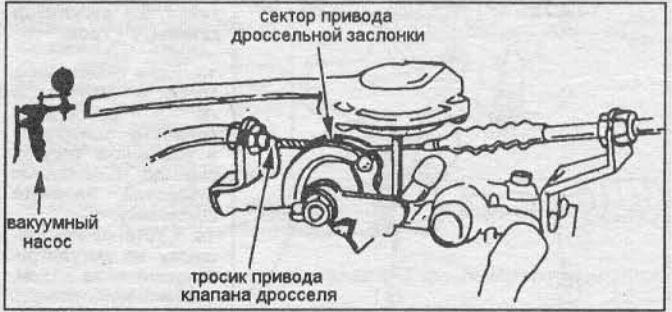

Рис. 3.23 Подсоединение вакуумного насоса к успокоителю.
25. Проверьте величину свободного хода троса, нажав на рычаг привода клапана вниз до упора. Зафиксируйте рычаг в этом положении и вращайте сектор привода дроссельной заслонки (см. рис. 3.23): свободного хода быть не должно.